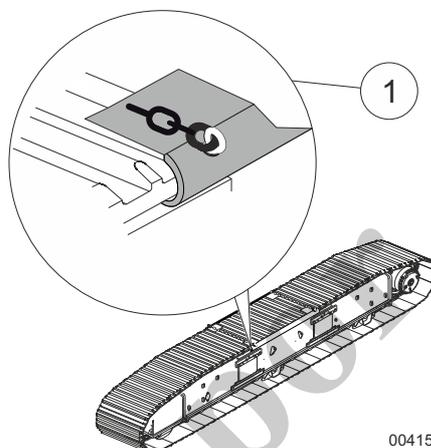

Fig. 118 Fijación del protector de bordes a la cadena de oruga
- 5 Fije el protector de bordes (1, Fig. 118) a la cadena de oruga.